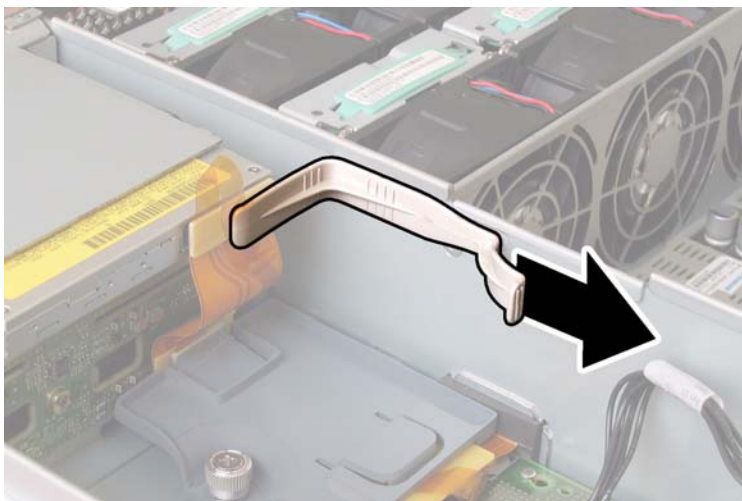

图 4-35 拆卸上部线缆固定架
9. 从机箱中卸下上部线缆固定架。将固定架朝机箱的背面推移，使其从机箱间隔壁的键控开口中松脱。请参见图 4-35。